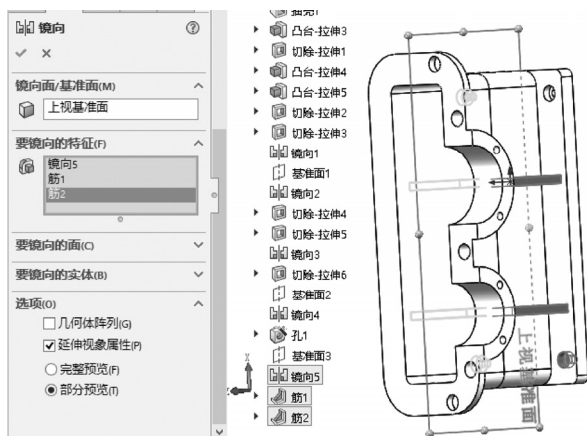
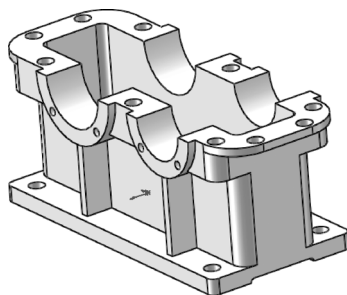

图9-89 选取镜像特征及基准面
图9-90 变速箱下箱体全部主体特征
**07** 镜像特征。选择菜单栏中的“插入”→“阵列/镜像”→“镜像”命令, 或单击“特征”控制面板中的“镜像”按钮, 弹“镜向”属性管理器; 选取筋等特征为镜像特征; 选取“上视基准面”为镜像基准面, 如图9-89所示。单击“确定”按钮, 完成镜像特征的创建, 如图9-90所示。